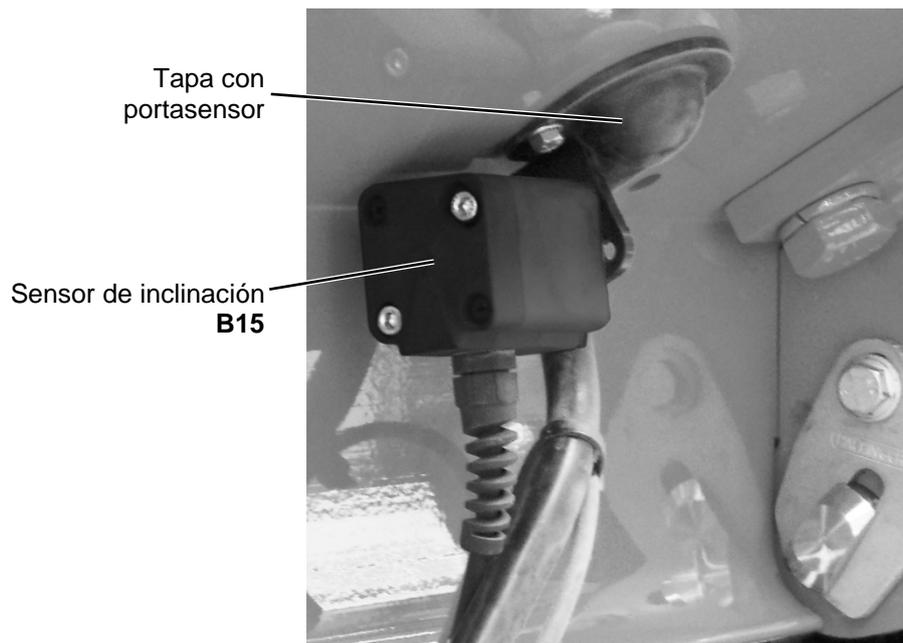

Figura 41: Tapa con sensor de inclinación **B15**
- ▶ Atornille el sensor de inclinación **B15** como se representa en Figura 41, página 62, al portasensor de la tapa de la cubierta (para de apriete: 5 Nm).